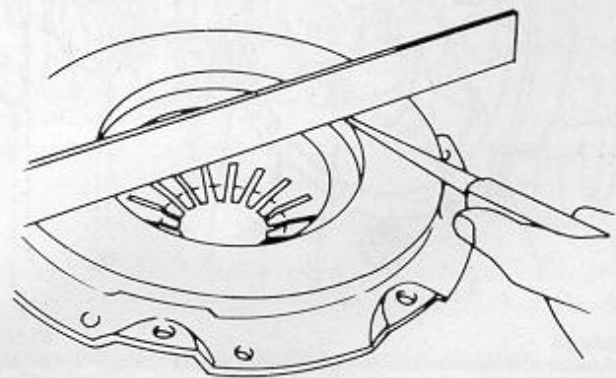

Bild 55
- Reibfläche der Druckplatte auf Verschleiß, Rißstellen oder Brandstellen überprüfen. Ein Stahllineal über die Druckplatte legen und mit einer Fühlerlehre auf Planheit kontrollieren. Falls sich eine Fühlerlehre von mehr als 0,3 mm Stärke an irgendeiner Stelle einschieben läßt (siehe Bild 55), muß die Kupplung erneuert werden.